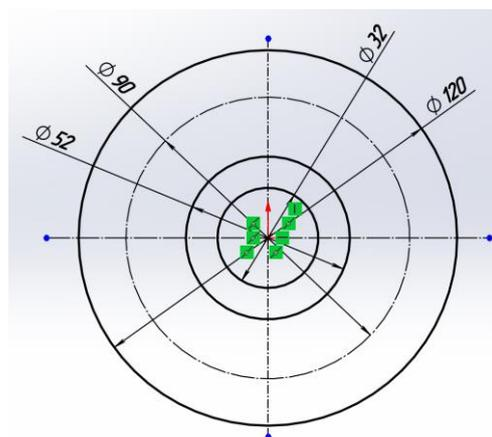

Рисунок 2.7 – Нанесення розмірів
6. Проставляємо необхідні розміри (рис. 2.7).